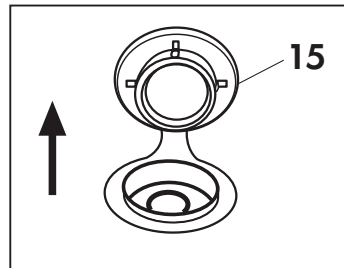

Abb. 8
Leitungswasser oder nicht schäumendes Reinigungsmittel in den entsprechenden Behälter füllen nachdem der Verschluss (15) abgenommen worden ist (**Abb. 8**).